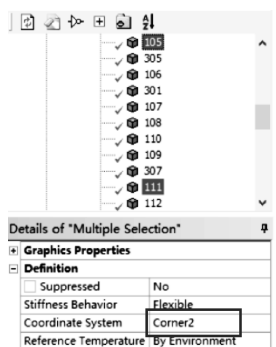

图 10-14 分配 Corner2 坐标系及选中模型
(2) 在导航树里单击【Corner2】，图像区域显示 Corner2 坐标在模型中的位置，选择线圈 105 和 111 模型；接着单击右键，从弹出的快捷菜单中选择【Go To】→【Corresponding Bodies in Tree】转移到导航树区域，【Details of “Multiple Selection”】→【Definition】→【Coordinate System】= Corner2，其他默认，如图 10-14 所示。